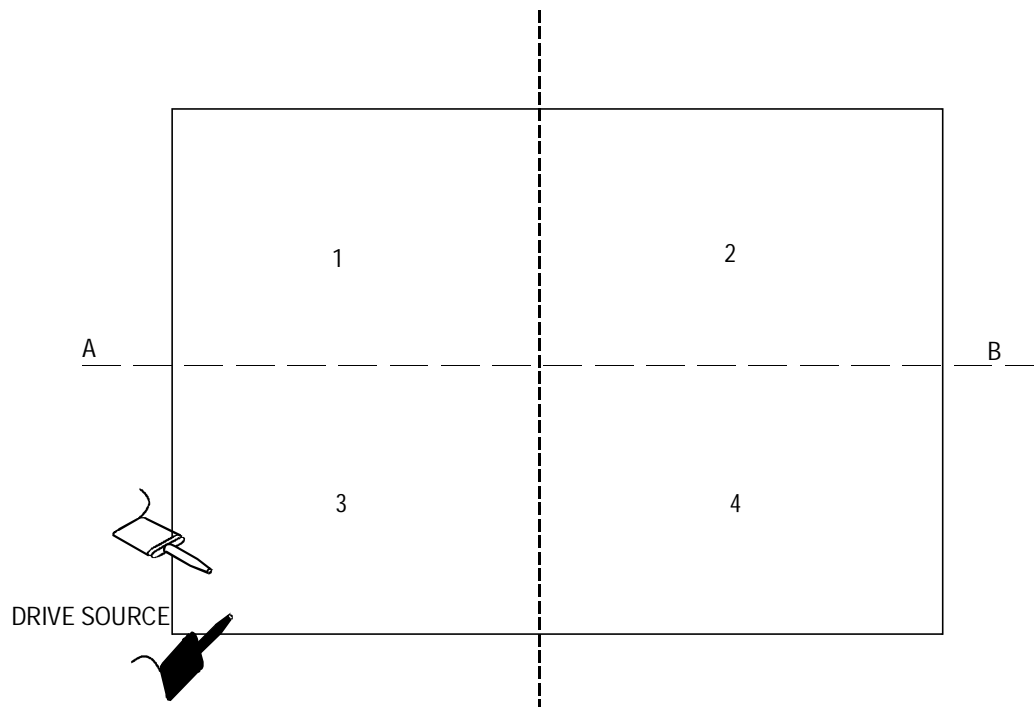

Abb. 3 Board Sectoring
- Die Platine wird zuallererst in vier Sektoren geteilt (s. Abb. 3).